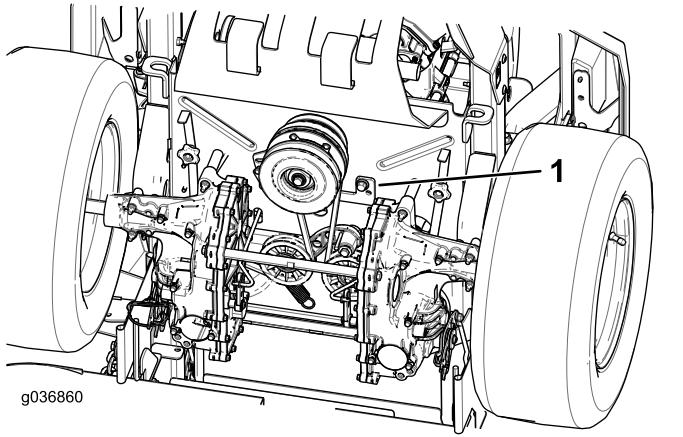

Figura 92
5. Retire el tope del embrague (Figura 92).
9. Instale el tope del embrague (Figura 92).